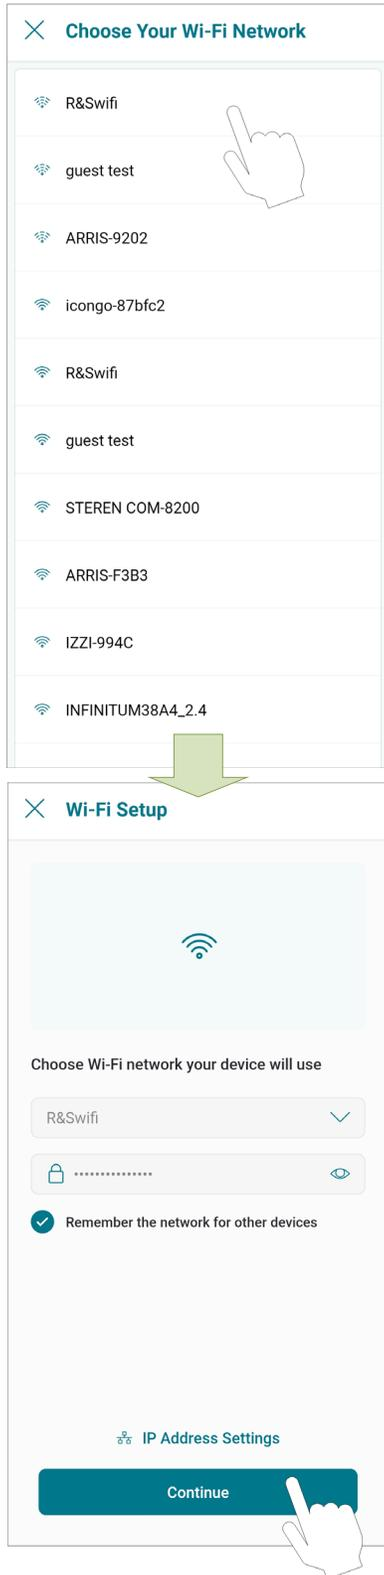

Figure 77. Configuration Wi-Fi
- 5. L'écran « Wi-Fi setup » (Configuration Wi-Fi) s'affiche. Sélectionnez ou renseignez le réseau Wi-Fi auquel vous souhaitez connecter votre appareil et entrez le mot de passe du réseau. Voir Figure 77.